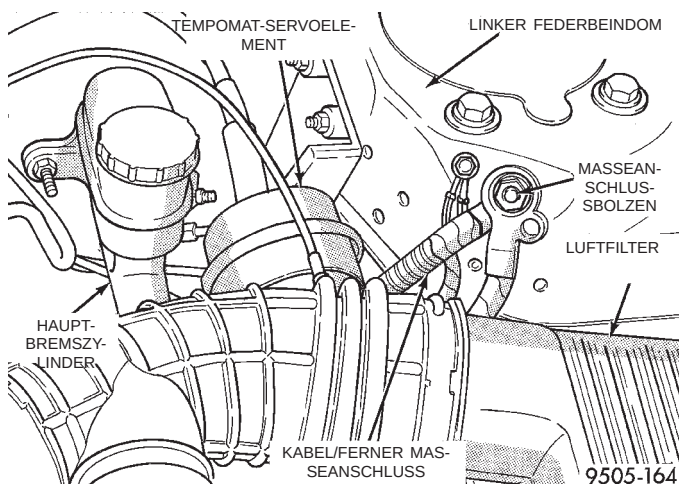
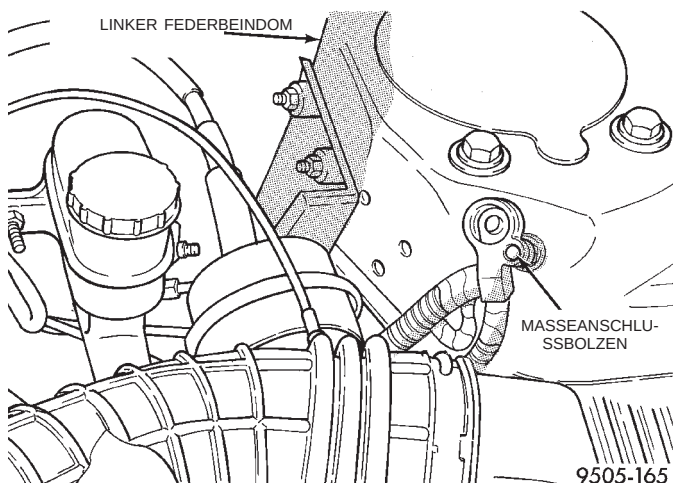

**Abb. 2 Ferner Masseanschluß am Federbeindom**
**Abb. 3 Ferner Masseanschluß korrekt isoliert**
(1) Das Massekabel (Abb. 2) vom fernen Masseanschluß am Federbeindom abbauen und isolieren. Dazu ein Isolierstück auf dem Gewindebolzen montieren (Abb. 3).